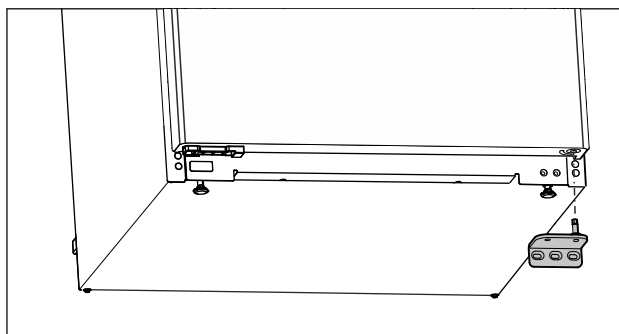

Fig. 16
- ▶ Fjern lagerbukken nedover. (se Fig. 16)